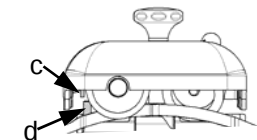

Abb.48
7.gleichzeitig, für 3/4 Sek., die Druckknöpfe 2 und 3 drücken und beide gleichzeitig wieder loslassen (Abb. 48);